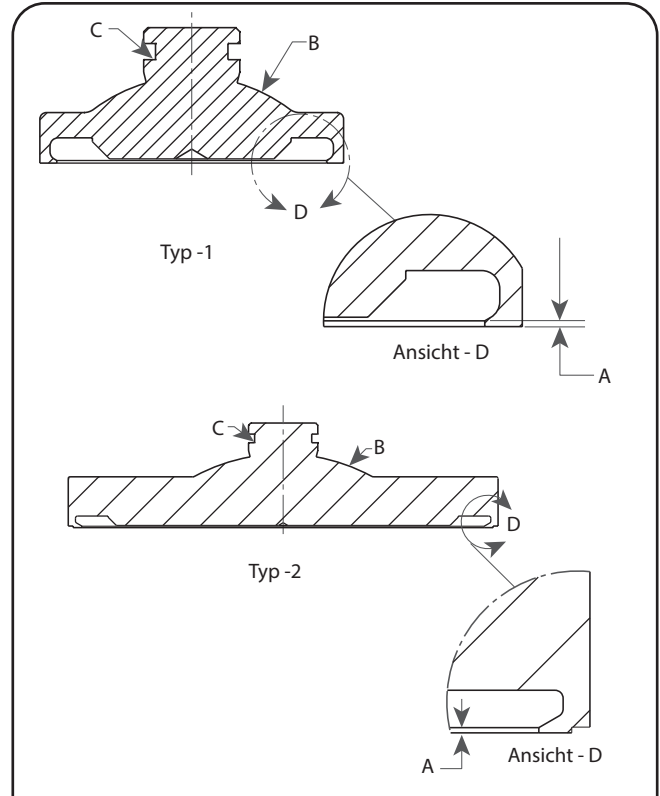

Abbildung 19: Thermodisc-Konstruktion
8. Thermodisc-Scheibe mit Metallsitz: Diese Scheibe (Abbildung 19) kann nicht bearbeitet werden. Sie kann geläpft werden, solange das Maß A min. eingehalten wurde. Wenn das Läppen den beschädigten Bereich nicht repariert, muss das Teil entsorgt werden.
- a. Sitzdefekte und -schäden können nicht ausgeläpft werden, ohne das Maß A in Abbildung 19 unter den in Tabelle 6 aufgeführten Wert zu reduzieren. Wenn das Maß nicht gemessen werden kann, ersetzen Sie die Thermodisc.